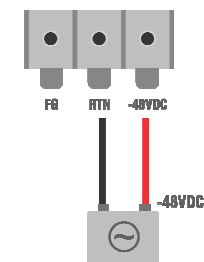
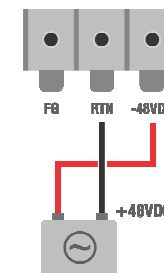

Figura 3-2: Conexão com fonte -48VDC.
Figura 3-3: Conexão com fonte +48VDC.
2. Conecte o cabo de alimentação DC nos terminais conforme ilustração da figura 3-2 ou figura 3-3: